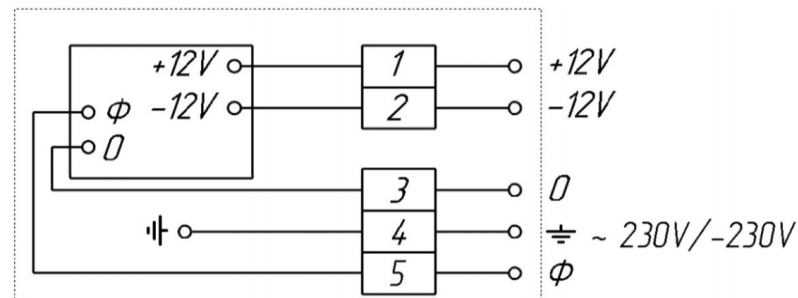
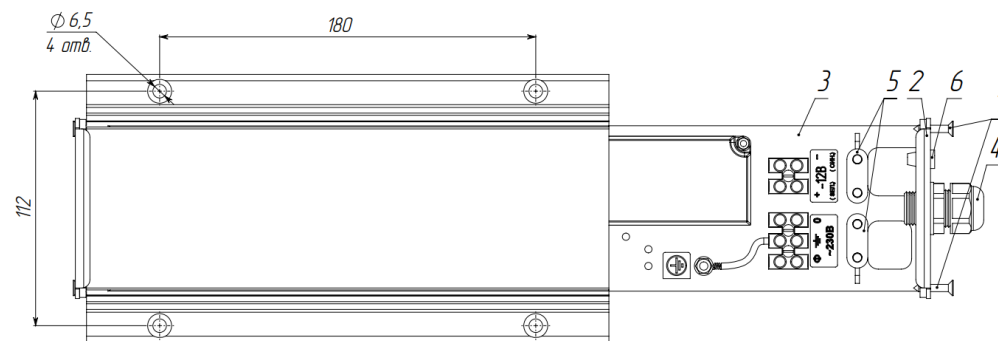

Рисунок 1 - Схема подключения светильников ДБУ69 «Ориентир»
Рисунок 2 - Блок питания светильников ДБУ69 «Ориентир»
5.4 Для подключения блока питания (рисунок 2), необходимо отвернуть 4 самореза (поз.1) и снять крышку распределительной коробки (поз.2). Выдвинуть панель (поз.3), произвести подключение светильника к сети согласно схеме подключения (рисунок 1) и маркировка на панели. Для этого ввести сальниковый ввод (поз.4) сетевой кабель круглого сечения диаметром 4–8 мм, подключить к клеммной колодке «230В» согласно схеме подключения (рисунок 1,2), предварительно зажав его пластмассовой стяжкой (поз.5). Затянуть гайку сальникового ввода с усилием, обеспечивающим герметичность. Ввести низковольтный кабель/кабели от светильника через резиновую втулку/втулки (поз. 6) в распределительной коробке блока питания и подсоединить провода к клеммной колодке «-12В»: зеленого цвета к клемме «1» - «+12 В», синего цвета к клемме «2» - «-12 В» в соответствии с маркировкой и схемой подключения, предварительно зажав его пластмассовой стяжкой (поз.5).